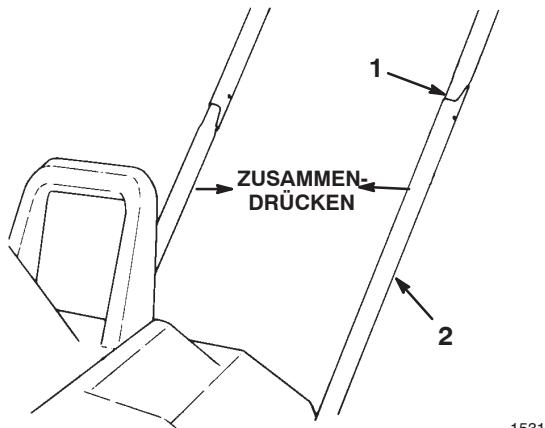

Bild 2
3. Setzen Sie die rechte Seite des oberen Gestänges vorsichtig **auf** das Ende des unteren rechten Gestänges auf (Bild 2).
4. Setzen Sie die linke Seite des oberen Gestänges vorsichtig **in** das Ende des unteren linken Gestänges ein (Bild 2).
5. Drücken Sie die oberen Stangen zusammen und schieben Sie die oberen Stangen nach unten, bis die Befestigungslöcher im oberen und unteren Gestänge ausgerichtet sind (Bild 2).